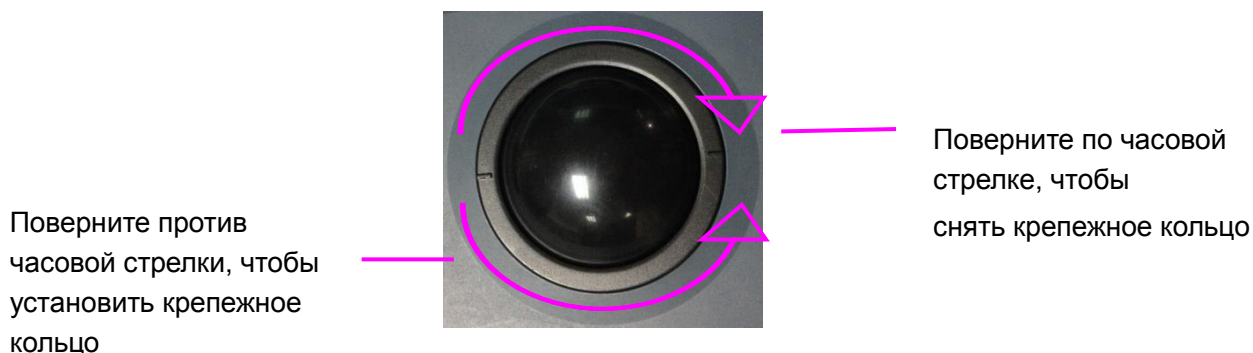

Рис. 13-1. Сборка и разборка трекбола
2. Снимите трекбол, как показано на *рис. 13-1*.